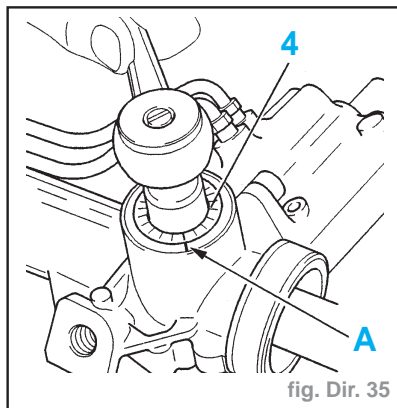

fig. Dir. 35
- Serrer la vis (4) à **2 daN.m** (utiliser une douille 6 pans).
- Faire un repère (A) sur le carter de direction concordant avec une graduation de la vis (4) (fig. Dir. 35).